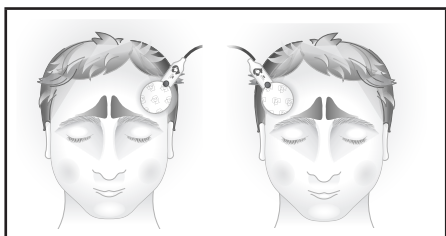

Figura 3-4: Aplicar o sensor na testa do paciente
5. Posicione o cabo do sensor longe da face do paciente e aplique o sensor na testa do paciente acima da borda orbital, em cada lado, evitando o seio nasal frontal. (Consulte a Figura 3-4.)